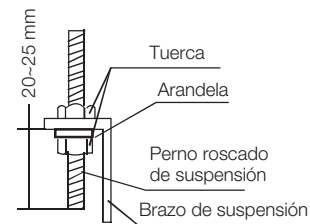

Fig.5-9
- Ubique el brazo de suspensión en el perno roscado de suspensión. (Ver Fig. 5-9)